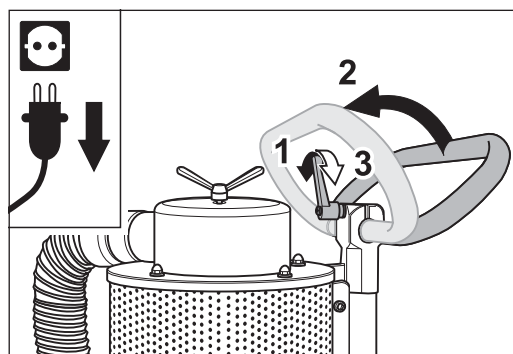

Fig. 51 Para inclinar la máquina hay que aflojar primeramente la palanca de sujeción y desplazar hacia delante el asidero.
- 3 Afloje la palanca de sujeción del asidero, desplace el asidero hacia adelante y vuelva a apretar la palanca de sujeción (Fig. 51).